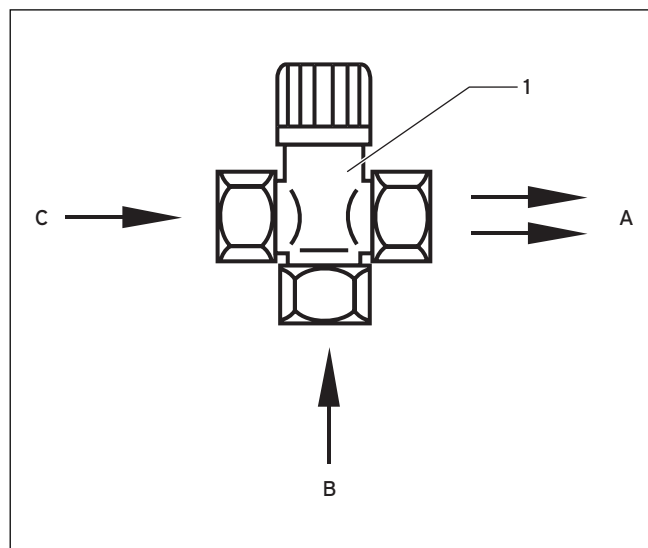

Fig. 6.3 Miscelatore termostatico per l'acqua calda
- Installare il miscelatore termostatico per l'acqua calda come illustrato nella Fig. 6.3 per garantire un'efficace protezione dalle scottature nel caso in cui sia presente una tubazione di ricircolo.